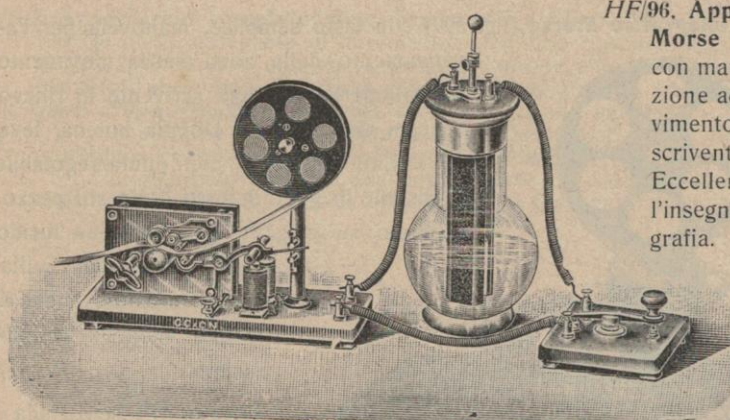

Fig. 402
HF/96. Apparecchio telegrafico Morse (fig. 402) completo, con manipolatore. — Costruzione accuratissima, con movimento di orologeria e ruota scrivente in inchiostro ecc. Eccellente per lo studio e l'insegnamento della telegrafia.
Prezzo (L) dell'apparecchio completo composto del ricevitore e del manipolatore fig. 402 (senza pila)